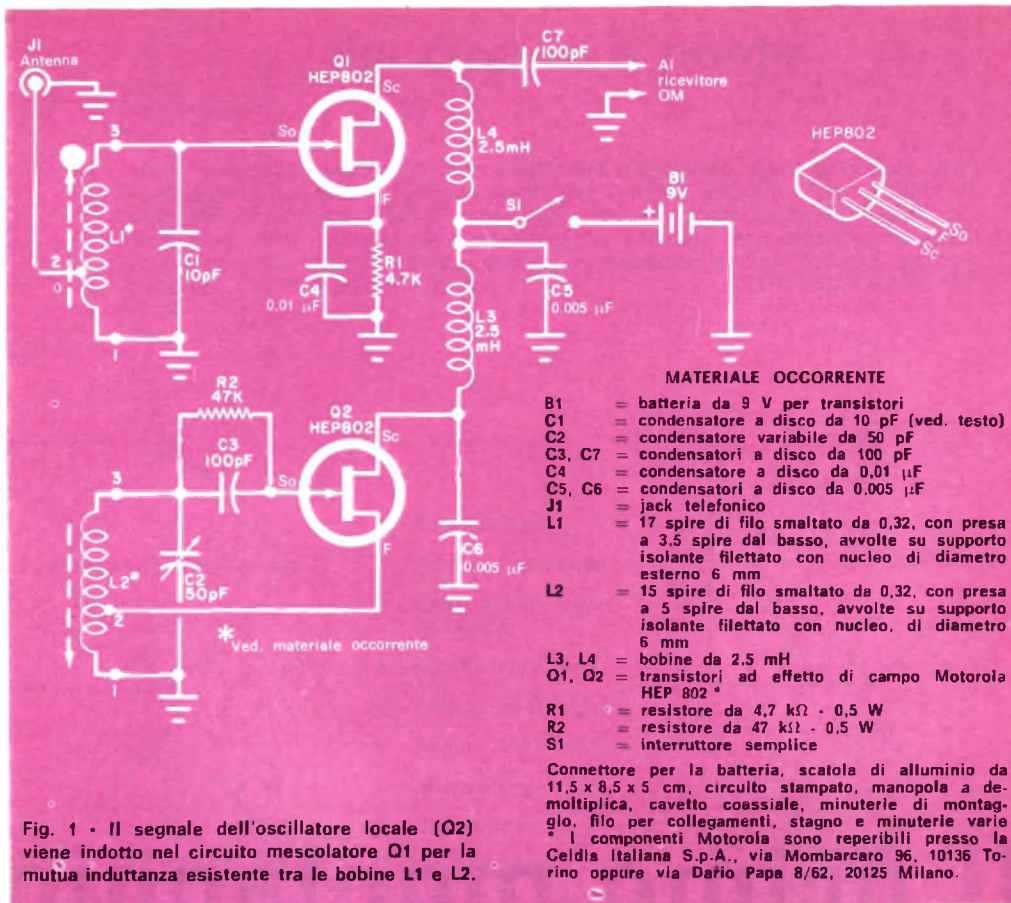

Fig. 1 - Il segnale dell'oscillatore locale (Q2) viene indotto nel circuito mescolatore Q1 per la mutua induttanza esistente tra le bobine L1 e L2.
**Il circuito** - Il convertitore per onde corte è stato progettato per l'uso di due transistori ad effetto di campo (FET) economici. Con riferimento alla *fig. 1*, il FET Q1 è il mescolatore ed il FET Q2 è l'oscillatore locale del convertitore.